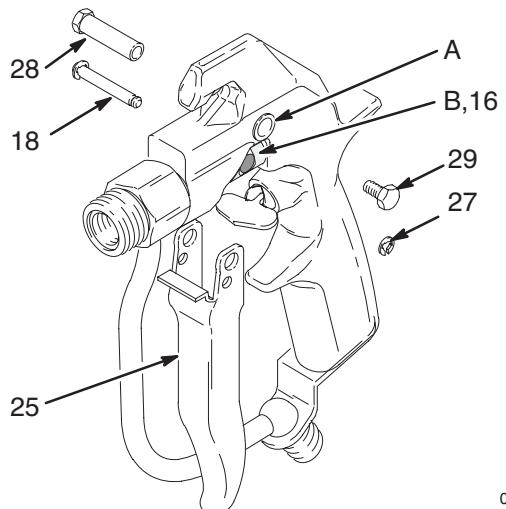

Рис. 20
8. Выставите положение курка (25) на корпусе пистолета-распылителя. Вставьте палец шарнира (28) в верхнее отверстие (A) и зафиксируйте винтом (29) на другой стороне. Установите один е-образный зажим (27) на одном конце пальца курка (18). Сдвиньте палец через нижние отверстия курка и через прорезь (B) в направляющую пружины (16) (при необходимости, поверните направляющую пружины для выравнивания). Установите другой е-образный зажим (27). См. Рис. 20.